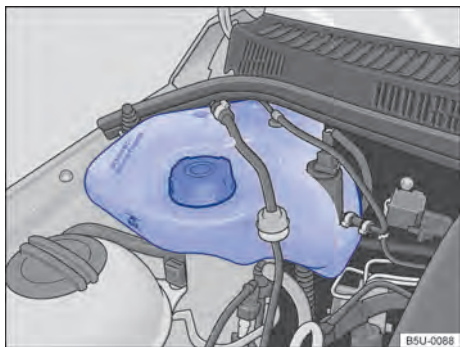

Fig. 186 No compartimento do motor: reservatório de gasolina para o sistema de partida a frio.
O reservatório de gasolina do sistema de partida a frio encontra-se no compartimento do motor, no lado direito → Fig. 186.
- Nunca ultrapassar a marca “MAX” indicada no reservatório → Fig. 186.